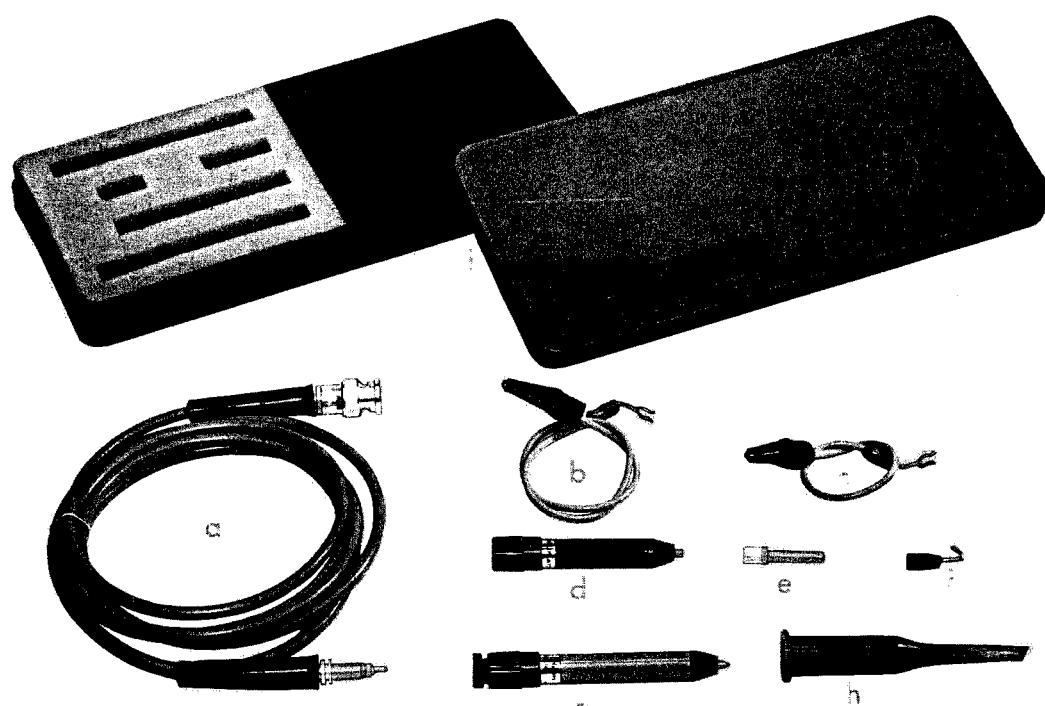

Bild 12. Messkopfsatz
- Abb. 12 a
- Abb. 12 b
- Abb. 12 c
- Abb. 12 d
- Abb. 12 e
- Abb. 12 f
- Abb. 12 g
- Abb. 12 h
- Abb. 12 i